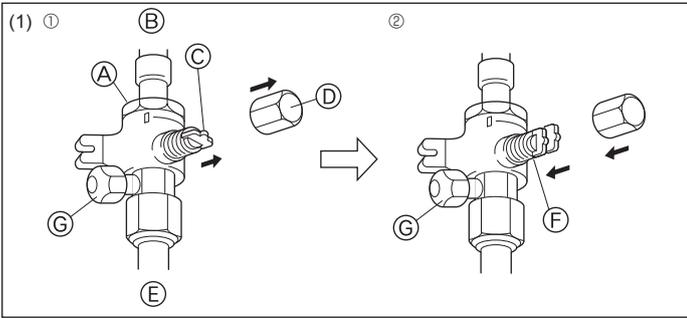

Fig. 4-12
(1) Gaz tarafı (Fig. 4-12)
- ① Kapağı çıkarın, kolu kendinize doğru çekip saat yönünün tersine 1/4 devir çevirerek açın.
- ② Stop valfinin tamamen açık olduğundan emin olun, kolu içeri itin ve başlığı çevirerek tekrar ilk konumuna getirin.